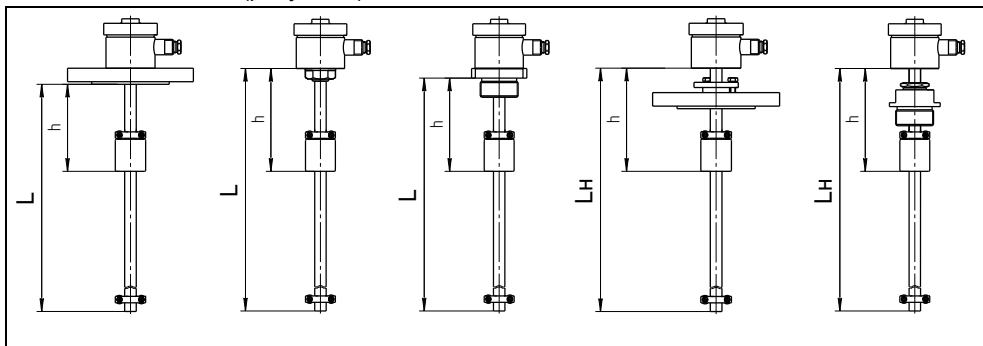

Рисунок 4
1.4.5 Преобразователи могут изготавливаться с длиной направляющей в соответствии с 1.2.3 (рисунок 4).
В случае, если нет необходимости измерять уровень по всей длине направляющей, то для уменьшения стоимости ПМП целесообразно указывать значение верхней неизмеряемой зоны **h** (рисунок 4).
Для вариантов исполнения преобразователя с регулируемым устройством крепления длина направляющей (L_n – рисунок 4, справа) указывается с учётом требуемого отступа устройства крепления от корпуса.